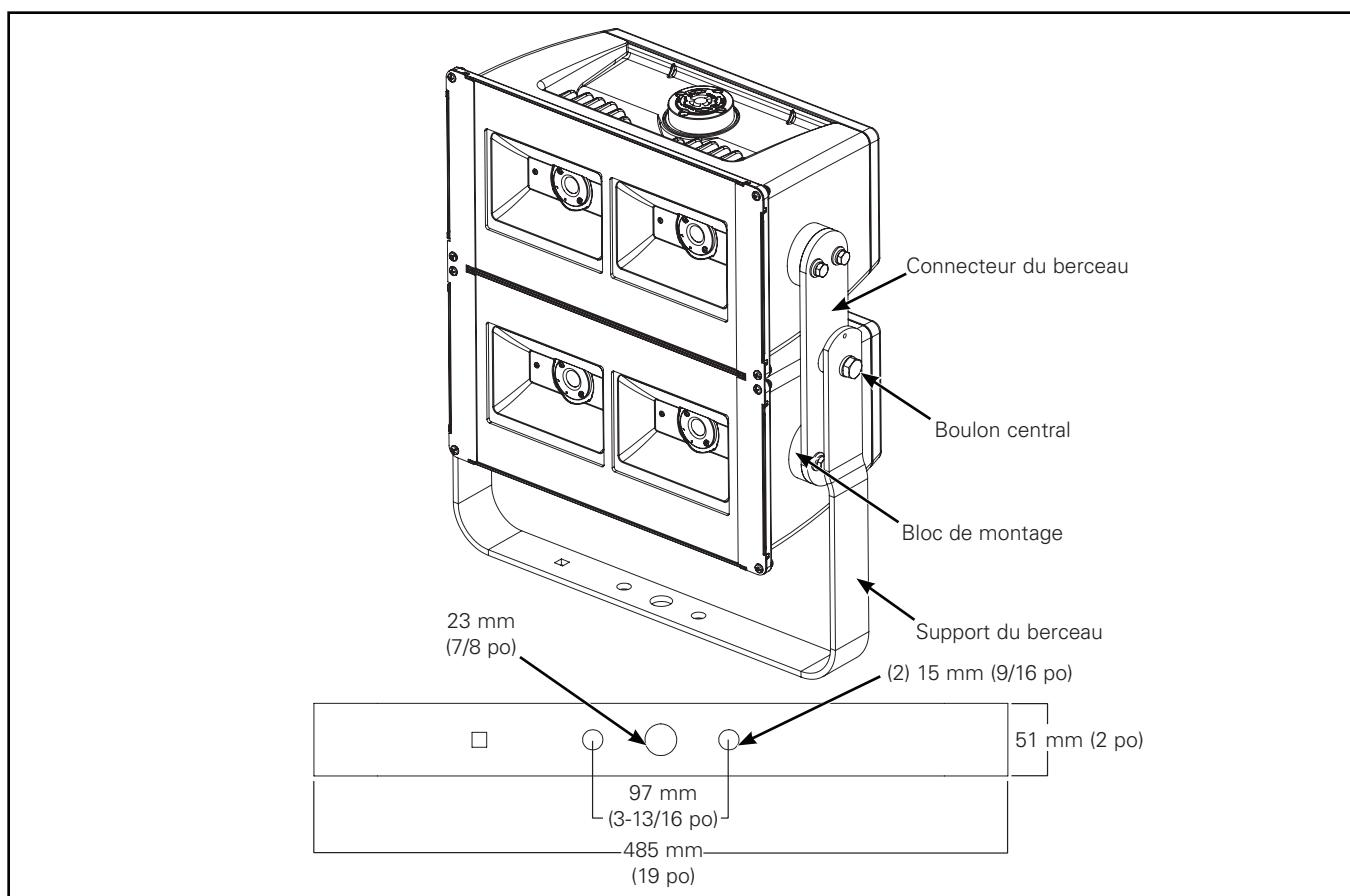

Figure 3
Montage sur berceau (Figure 3).
2. Desserrez mais ne retirez pas (2) boulons centraux. (Figure 3.)